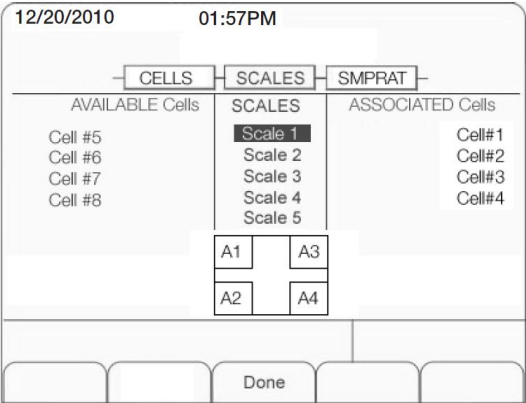

图9. 秤设置显示屏
- 3) 导航到SCALES菜单(见图9)，秤设置显示屏分为左中右三个区: